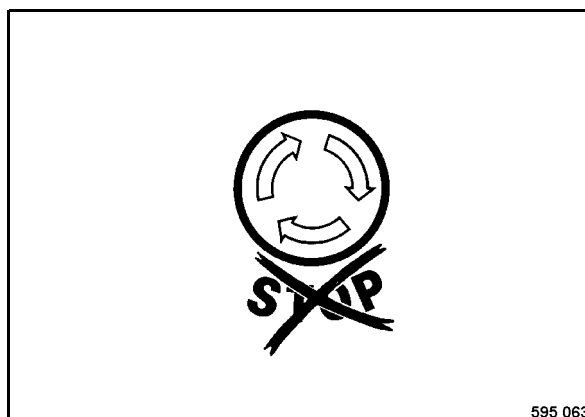

Fig. 65
- Controllare se l'interruttore di arresto d'emergenza (Fig. 65) è sbloccato.